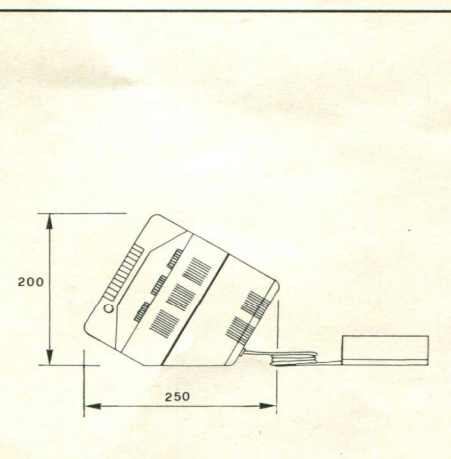

Fig. 4
**ART. 4516** (Vedi fig. 4)
ART. 4516 (See fig. 4)
ART. 4516 (Voir fig. 4)